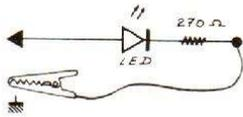

Fig. 11 : Le témoin logique à diode LED.
Fig. 11 bis - photo : Le montage de la figure 11 a été placé dans le corps d'un stylo à bille usagé.
A défaut de ces deux appareils, nous pourrions utiliser des « témoins logiques » comme indiqué sur la figure 11. La photo 11 bis montre notre réalisation d'un témoin logique à partir du corps d'un stylo à bille.
**Avec des témoins logiques de la figure 11,**
- le SFC402 sera monté sur le support de la figure 11.